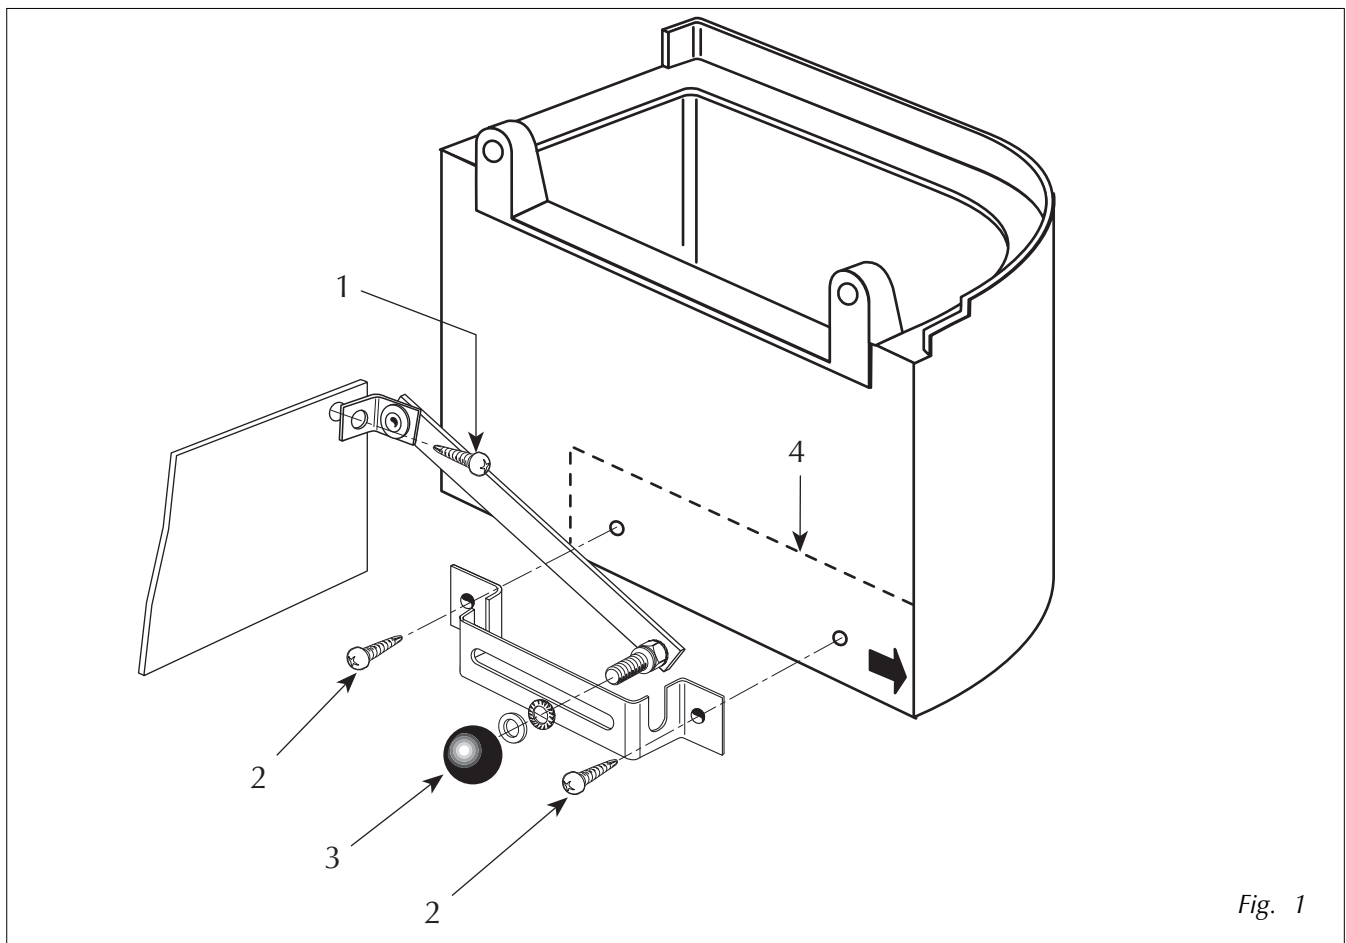

Fig. 1
- fissare la parte mobile della leva di comando alla parte mobile della serranda con la vite (1 fig. 1);
- fissare la parte fissa della leva di comando sulla parte interna dello zoccolo destro con le viti (2 fig. 1); per la foratura usare la dima a corredo (4 fig. 1).
La regolazione dell'apertura della serranda avviene allentando il pomello (3 fig. 1). Trovata la posizione voluta si riavvita il pomello fino a bloccarlo.
- secure the moving part of the control lever to the moving section of the damper by means of the screw (1. fig. 1);
- secure the fixed part of the control lever to the inside of the right support with the screws (2 fig. 1); use the template supplied when making fixing holes (3 fig. 1).
Loosen the knob (3 fig. 1) to adjust damper opening. Once the desired position has been reached, tighten the knob to lock the damper in place.
- fixer la partie mobile du levier de commande à la partie mobile de la vanne au moyen de la vis (rep.1 fig.1);
- fixer la partie fixe du levier de commande sur la partie intérieure du socle droit au moyen des vis (rep.2 fig.1); pour le perçage, utiliser le gabarit fourni (rep.4 fig.1).
La régulation de l'ouverture de la vanne s'effectue en desserrant la vis (rep.3 fig.1). Après la régulation, resserrer à fond ladite vis.
- den beweglichen Teil des Bedienhebels am beweglichen Teil der Klappe mit der Schraube befestigen (1 Abb. 1);
- den festen Teil des Bedienhebels am Innenteil des rechten Sockels mit den Schrauben (2 Abb. 1) befestigen; für die Bohrung die mitgelieferte Schablone verwenden (4 Abb. 1).
Die Einstellung der Klappenöffnung erfolgt durch Lockern des Drehknopfs (3 Abb. 1). Nach Einstellen der gewünschten Position den Drehknopf wieder bis zum Anschlag festschrauben.